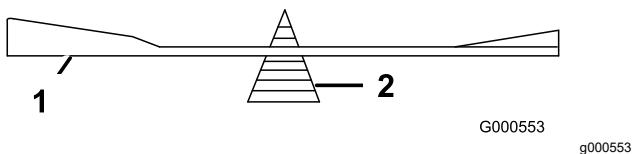

Figura 92
2. Verifique el equilibrio de la cuchilla colocándola sobre un equilibrador de cuchillas (Figura 92).